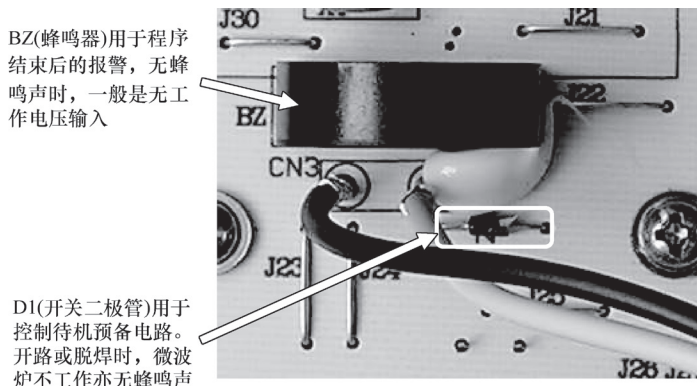

图 5-7 蜂鸣器及门控开关 S2 实物组装图
但在故障出现时，IC1 的⑨、⑩脚电压均为 0.4V 左右，其外接蜂鸣器与晶振，如图 5-7 所示。